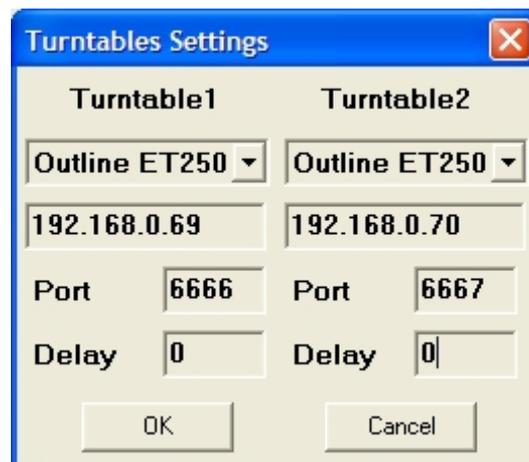

图4-11
1) 通过图4-11的转台设置对话框可以选择使用哪种模式的转台，CLIO软件完全支持Outline ET250-3D和LinearX LT360转台。同样也支持用电脑的LPT并口发生TTL脉冲控制电平来触发之前Outline ET/ST 转台。